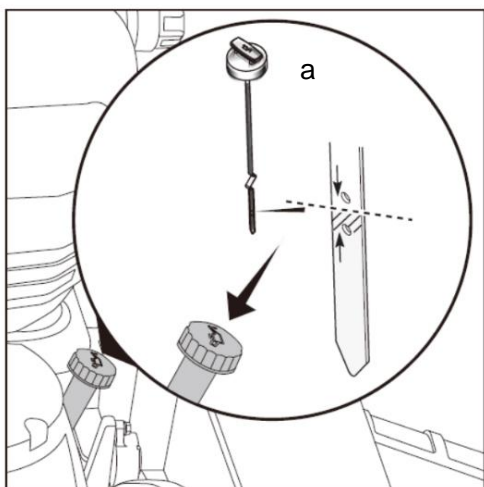

Fig.12
2. Ta bort oljemätstickan (a, Fig. 12). Torka oljemätstickan ren och se till att det inte finns någon olja kvar.
5. Se till att oljenivån ligger ungefär mitt för FULL-markeringen på oljemätstickan. (Fig. 12).
7. Om oljenivån är LÅG, fyll på olja i oljepåfyllningsröret. (Fig. 12)